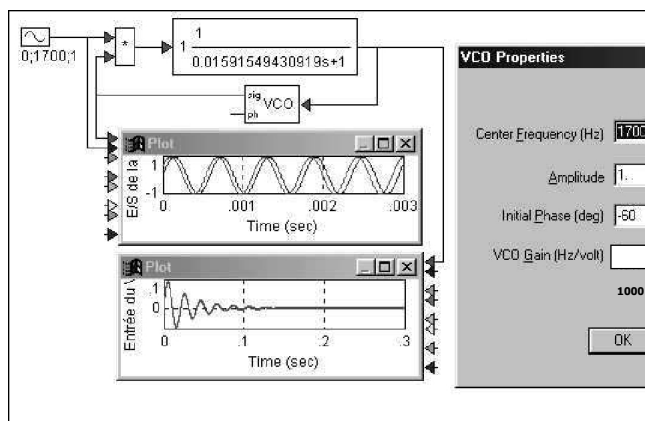

Figure 1 : Paramétrage de la boucle à verrouillage
- Relever les signaux de la fig.1 pour différentes valeurs du déphasage (Initial Phase) : -90° , -60° , -30° , 0° .